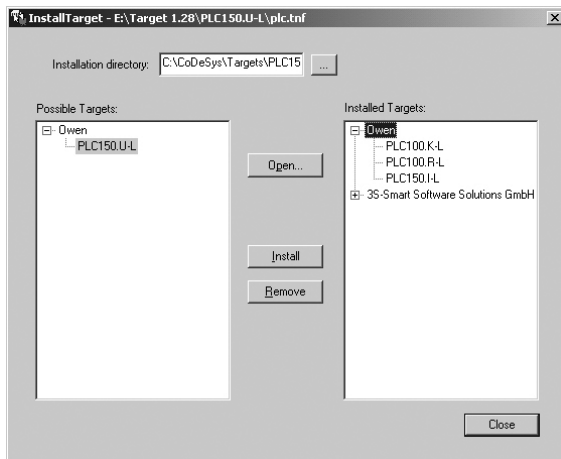

Рисунок 5.1 - Окно «InstallTarget» утилиты InstallTarget
1) В открывшемся при запуске утилиты **InstallTarget** окне (рисунок 5.1) – нажать кнопку Open и указать путь доступа к инсталлируемому Target-файлу (имеющему расширение *.tnf, Target Information File). Target-файлы контроллеров OWEN ПЛК150 находятся на компакт-диске, поставляемом с контроллером, в папке «Target» или могут быть скачаны с сайта **www.owen.ru**. При скачивании с сайта папку с Target-файлами надо разархивировать и сохранить на жестком диске ПК.